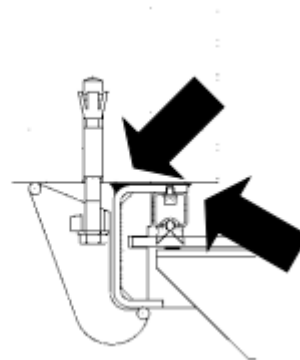

Abb. 5
- Nach der Montage der Antriebselemente (gem. 3.4) ist die Schützenplatte zu öffnen und die Kittfuge innen am Rahmen und an der Querdichtung sauber auszustreichen (Abb. 5 und 7).